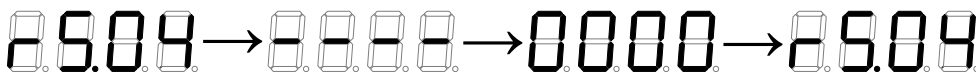

Рисунок 12.9. Индикация в подмену поканального сброса времени наработки ламп (например, лампы №4)
10.9.3. Выбор номера лампы (канала счётчика) осуществляется при индикации «rS.NN» коротким нажатием кнопки «Select»: rS.01 → rS.02 → rS.03 и т.д. (см. рис. 12.9)